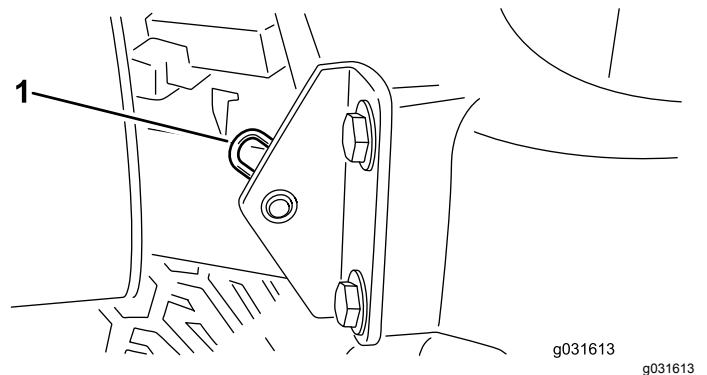

Figura 58
2. Togliete la coppiglia che fissa il perno del cofano alle staffe di montaggio (Figura 58).